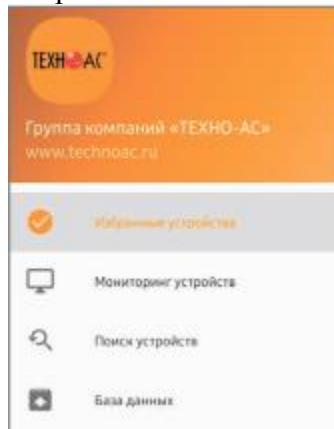

Рис. 9.
**Статистика** – в данной вкладке отображаются статистические данные по выведенным данным (рис.9).